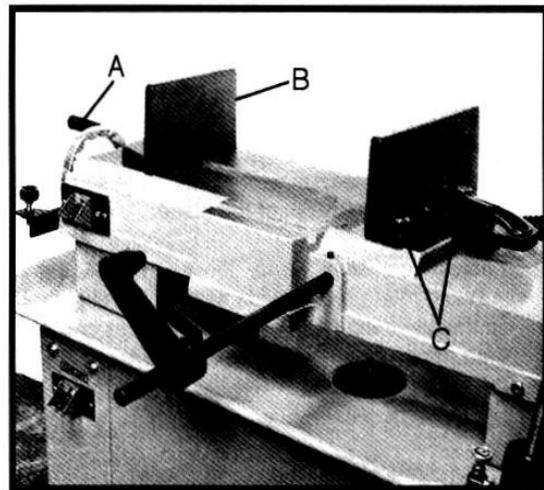

Fig. 9
1. Retire los ensambles de tornillo (C, Fig. 9).
2. Posicione la prensa de banco y reinstale los tornillos como se ilustra en la Fig. 9.